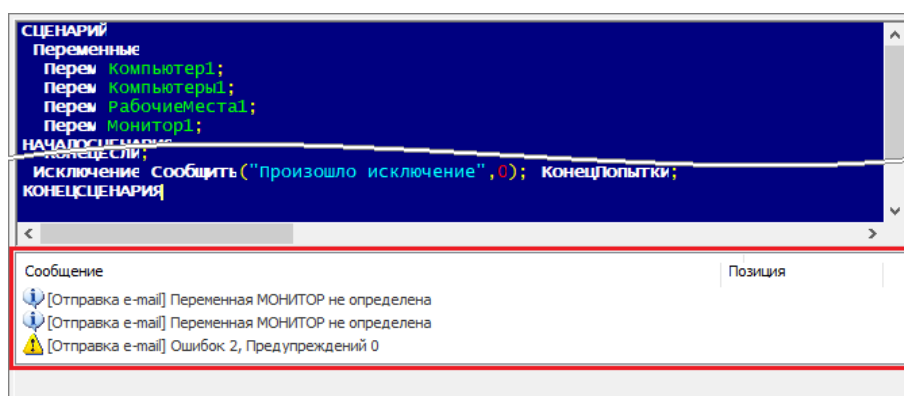

Рисунок 6-601 Результаты проверки корректности программного кода сценария управления в области сообщений об ошибках
- если в сценарии управления есть ошибки, в области сообщений об ошибках появится соответствующая информация (см. Рисунок 6-601), при этом предупреждения могут считаться ошибками, если в редакторе сценариев (см. п. 6.3.5.1.2.3.3) установлен флаг для признака «Считать предупреждения ошибками»;